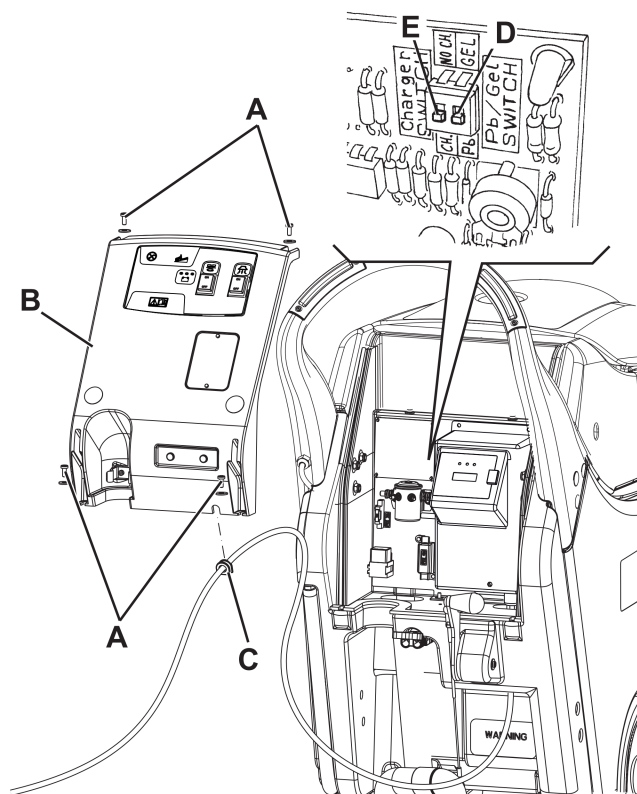

Figure 1
2. Déplacer le tuyau de vidange de l'eau de récupération (11).
3. Si équipé, déposer le câble du chargeur de batterie du logement (5).
4. Déposer les vis (A, Fig. 1) et déplacer le tableau (B) avec soin en dégagant la bague en caoutchouc (C) de son logement dans le tableau (B).
5. Porter le microinterrupteur (D) dans la position WET.